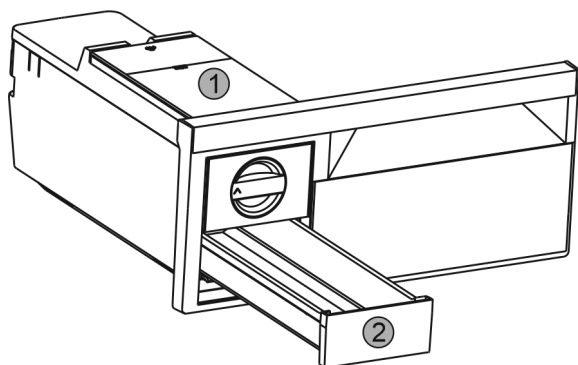

Fig. 46
- ▶ Watertank Fig. 46 (1) en ijsblokjeslade Fig. 46 (2) verwijderen.